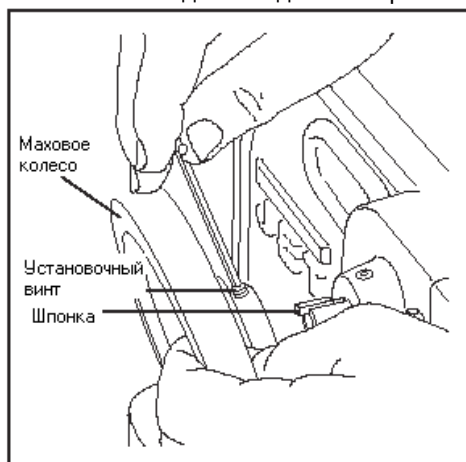

Рисунок 2. Снятие махового колеса
- А. Снимите рукоятку (3). (Обращайтесь к разделу Снятие рукоятки).
- Б. Ослабьте установочные винты (19) в ступице махового колеса (4). Снимите маховое колесо (4) с шестерни (9), затем снимите шпонку (17) с шестерни (9) (см. Рисунок 2).
- В. Вытяните бабу (5) так, чтобы образовался зазор для снятия шестерни (9) с дорнового пресса.
- Г. Поверните бабу (5) торце-к-торцу.